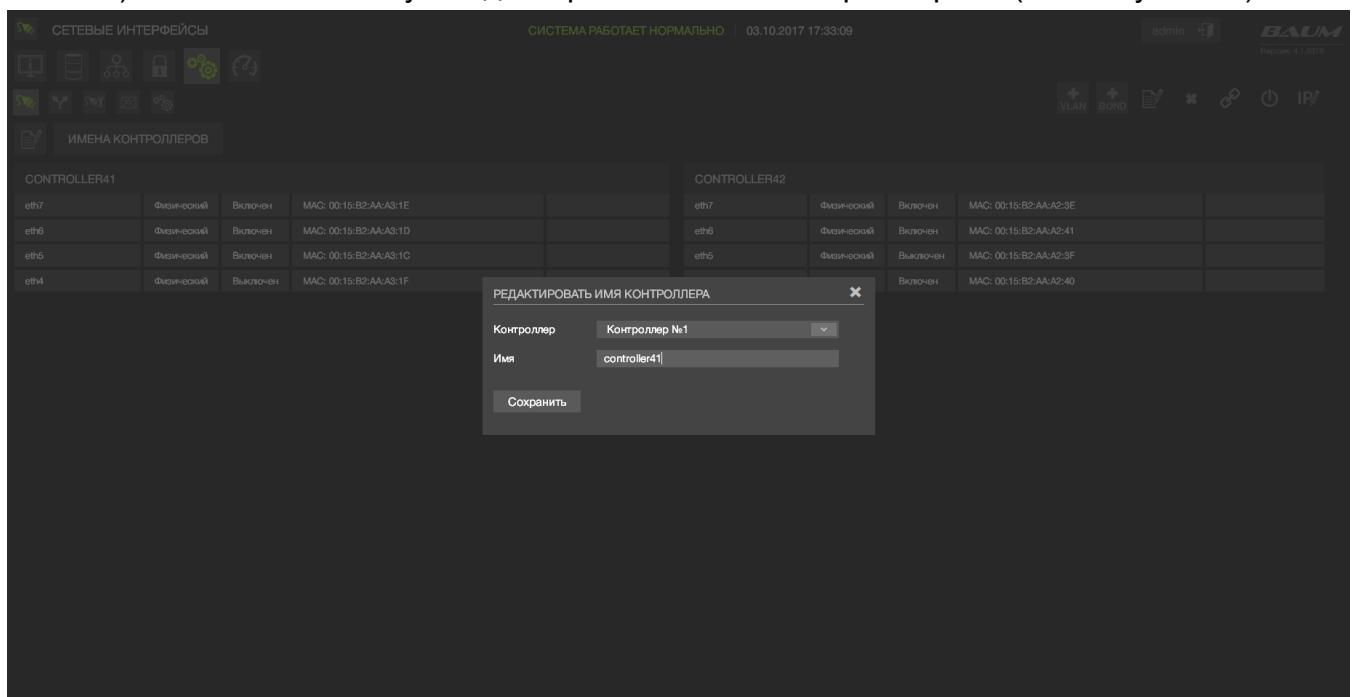

Рисунок 62 – Имена контроллеров
- 5) Нажать на кнопку «Редактировать имена контроллеров». (см. Рисунок 62)